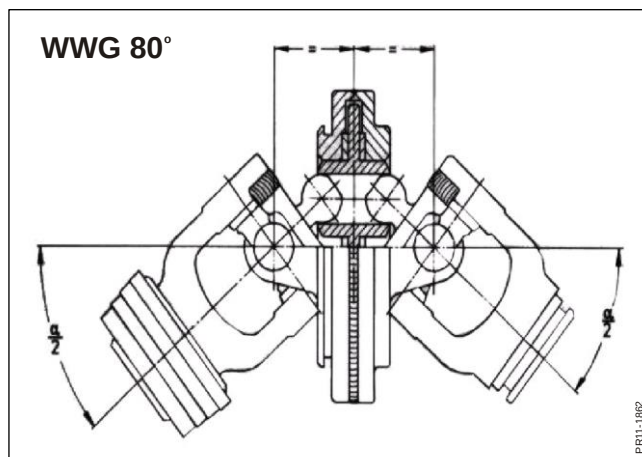

Fig. 3-12
**Fig. 3-12** Den valgte KO-aksel mellem traktor og læssevogn har et 80 graders vidvinkelled, der giver mulighed for at arbejde med stor afvinkling mellem traktoren og maskinens træk, samt at opretholde omdrejningstallet ved vendinger i marken. Vidvinkelledet skal kobles til traktorens PTO udtag for at virke efter hensigten.